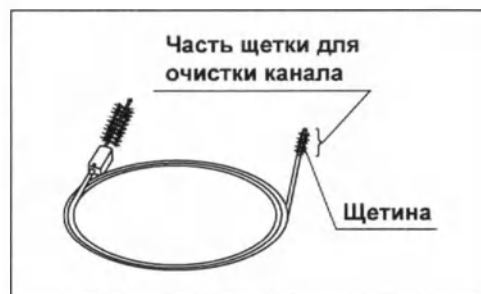

Рис. 5.33
- 1** Возьмите часть щетки для очистки канала одноразовой комбинированной щетки (BW-412T) на расстоянии 3 см от щетинок. (см. рис. 5.33)